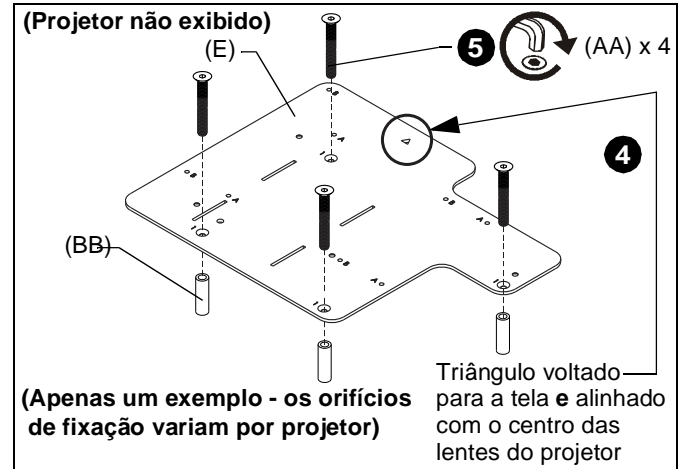

Figura 9
3. Coloque quatro espaçadores (BB) nos inserts rosqueados na parte inferior do projetor.
4. Coloque o suporte de interface (E) (com as marcações "A" e "B" visíveis) na parte inferior do projetor, alinhando os orifícios de montagem (marcados como "1" no suporte com os espaçadores e os pinos na parte inferior do projetor, garantindo que o triângulo nos pontos do suporte fiquem voltados para a tela, e alinhe com o centro das lentes do projetor. (Ver Figura 9)
5. Coloque quatro parafusos (AA) de cabeça chata M4 x 35 mm nos orifícios de montagem marcados como "1", através dos espaçadores (BB) e adentrando os pinos. (Ver Figura 9)